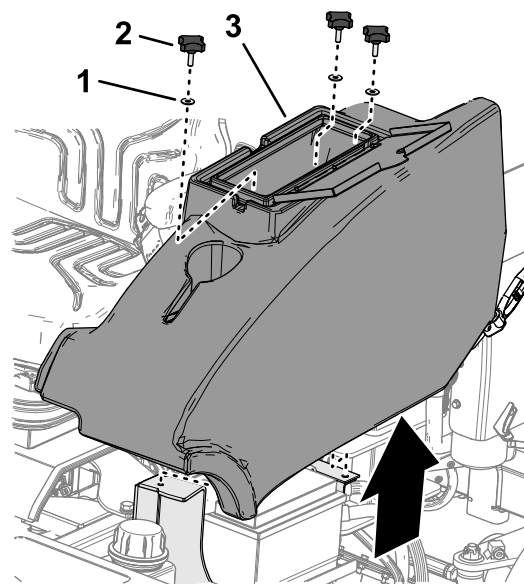

Figure 48
2. Retirez les 3 boutons et les 3 rondelles qui fixent le compartiment de rangement sur la machine et déposez le compartiment (Figure 48).
1. Sur le côté gauche de la plate-forme de l'utilisateur, ouvrez la porte du compartiment de rangement (Figure 48).